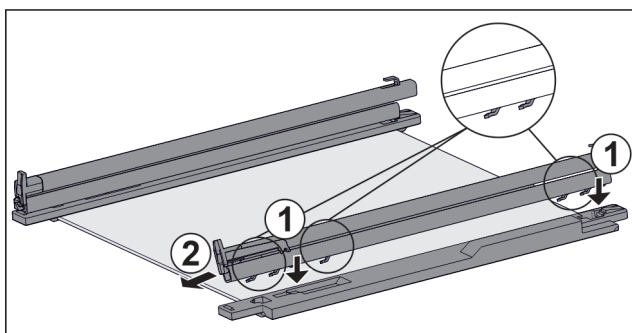

Fig. 63 Glasplatte mit Schienen und Halteteilen
- Haken der Schiene auf die Öffnungen des **linken** Halteteils setzen. Fig. 63 (1)
- Schiene nach vorne ziehen. Fig. 63 (2)
- Haken der Schiene auf die Öffnungen des **rechten** Halteteils setzen. Fig. 63 (1)